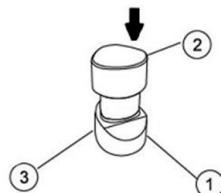

Рис. 3
3. Подключите шнур питания зарядного устройства (1) к розетке (см. Рис. 3).
4. Подключение шнура питания включит зарядное устройство (загорится контрольная лампа (3)).